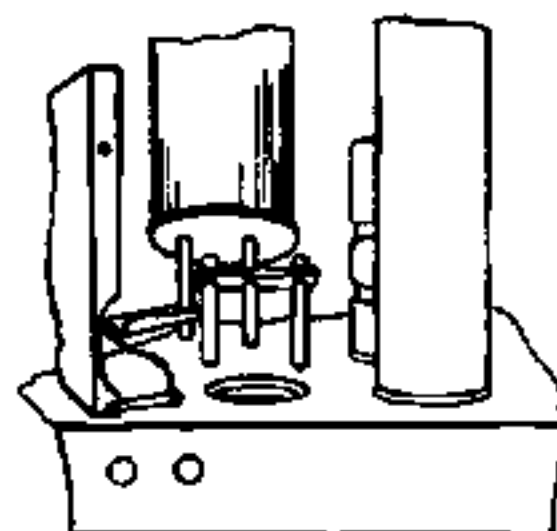

FIG. 2
3. Trimtransformator op de luidsprekerbussen aansluiten (zie fig.2) en outputmeter achter de trimtransformator